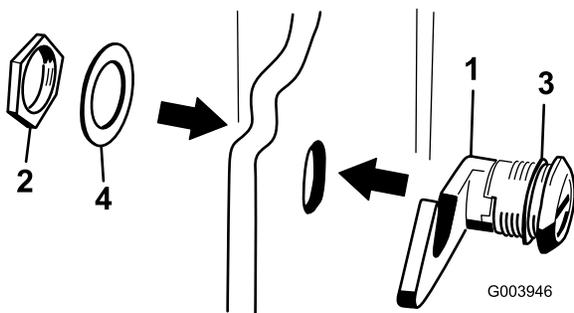

Рисунок 17
3. Выверните гайку с узла защелки капота (Рисунок 17).